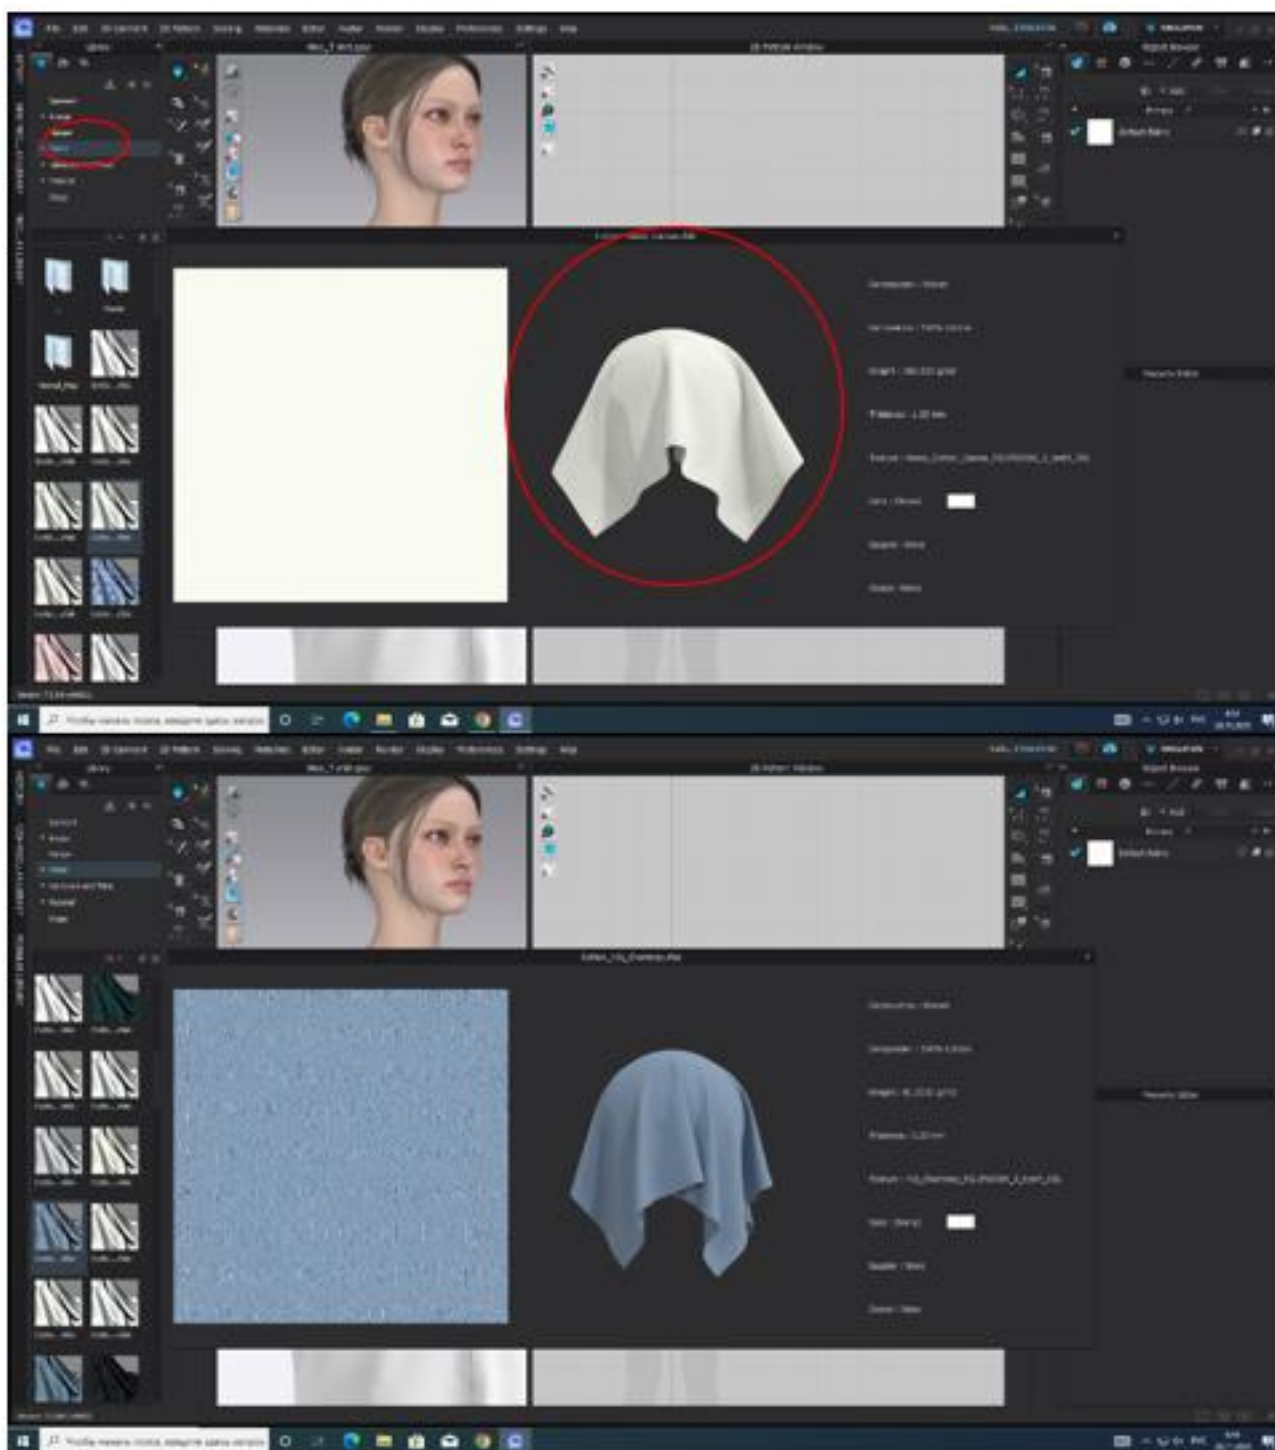

Рисунок 4.5 – Визуализация текстур
4. *Текстуры и материалы*: назначение ткани и её свойства (толщина, эластичность, плотность). Визуализация текстур на плоской выкройке (рис. 4.5).